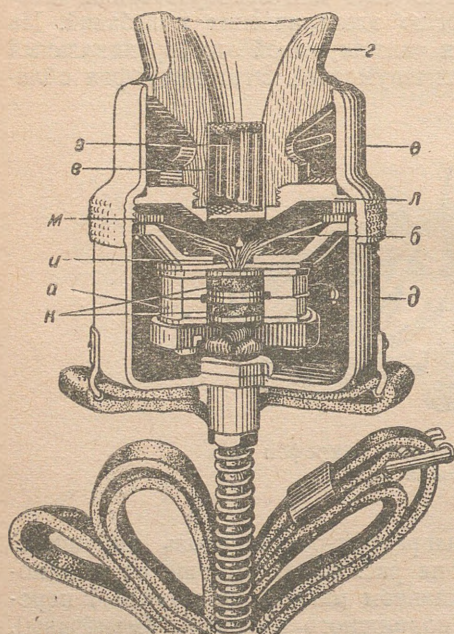

Рис. 84. Микрофон типа МА в разрезе:
Устройство микрофона типа МА. В разрезе микрофон показан на рис. 84, в разобранном виде — на рис. 85. Микрофон состоит из следующих частей: капсюля *а* с угольным порошком *к*, диффузора *б*, цилиндрика *в* с кембриковыми трубками *з*, амбушюра *г*, корпуса *д*, кольца *е*, иглы *и*, звукового экрана *л*, резиновой прокладки *м*.
*ж* — трехштыпсельная вилка. (Остальные обозначения см. на рис. 84.)